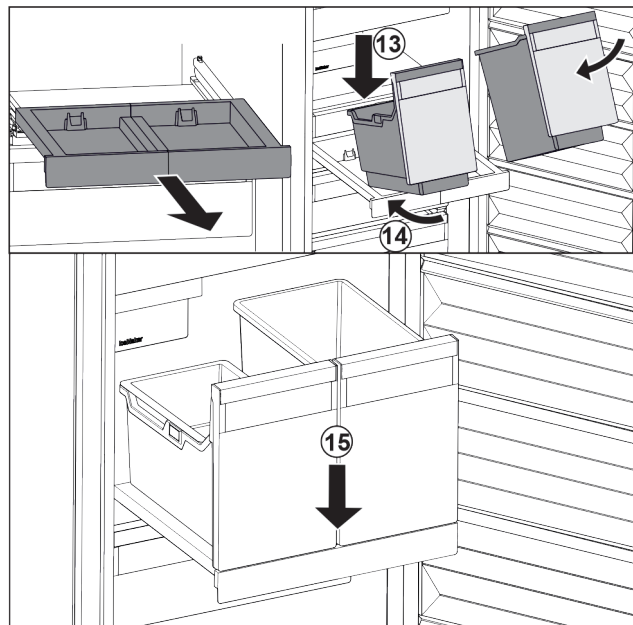

Fig. 24
- Așezați recipientele oblic pe raftul extractibil. Fig. 24 (13)
- Inserați recipientul oblic spre partea posterioară. Fig. 24 (14)
- Depuneți recipientul în față. Fig. 24 (15)